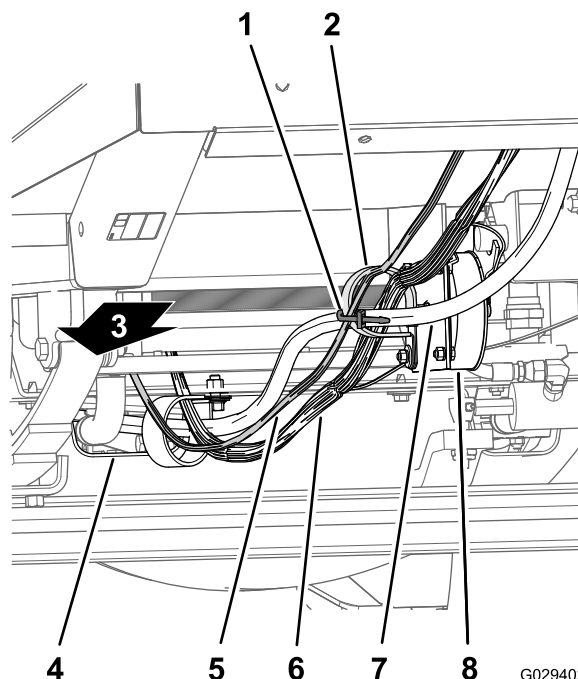
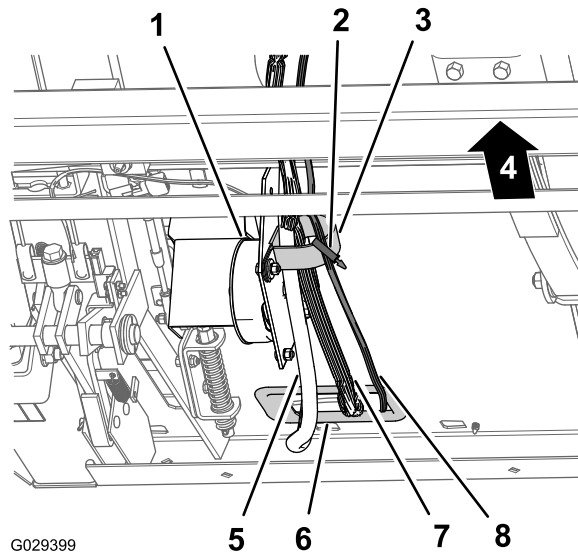

Figura 12
Figura 13
1. Inserite la diramazione del cruscotto da 240 cm del cablaggio preassemblato lungo il cablaggio preassemblato e i flessibili dello sterzo della macchina (sotto il radiatore), attraverso il morsetto a R nella parte inferiore del supporto del radiatore, attraverso il morsetto a R nella bobina di controllo della velocità di trasferimento (Figura 12 e Figura 13).
2. Inserite la diramazione del cruscotto da 240 cm del cablaggio preassemblato al morsetto a R sulla bobina di comando della velocità di trazione (Figura 12 e Figura 13).